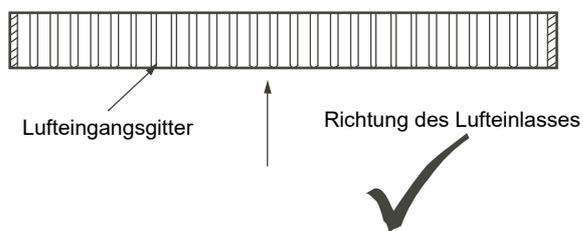

Abb. 3.3
- 1) Achten Sie bei der Anfertigung der Lufteinlassplatte des Rückluftkastens auf die Einhaltung der Parallelität zwischen dem Winkel des Luftgitters und der Lufteinlassrichtung. Schauen Sie sich Abb. 3.3.